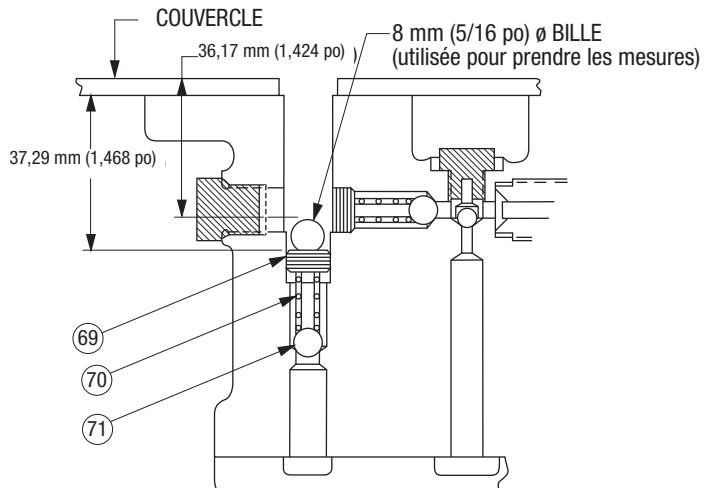

Figure A5 (4)
La soupape de dérivation antiretour à basse pression est mal réglée.	Consulter le Schéma hydraulique (4). Si réglé trop bas : La pompe ne peut pas passer à la phase de pression élevée. Consulter Ajustement de la pression pour la soupape de dérivation antiretour à basse pression, figure A5 dans la section Réparations de ce manuel. Si réglé trop haut : La pompe ne peut pas redémarrer sous pression. Consulter Ajustement de la pression pour la soupape de dérivation antiretour à basse pression, figure A5 dans la section Réparations de ce manuel.
La soupape de dérivation antiretour à faible pression est défectueuse.	Consulter le Schéma hydraulique (4). Si réglé trop bas : La pompe ne peut pas passer à la phase de pression élevée. Consulter Ajustement de la pression pour la soupape de dérivation antiretour à basse pression, figure A5 dans la section Réparations de ce manuel. Si réglé trop haut : La pompe ne peut pas redémarrer sous pression. Consulter Ajustement de la pression pour la soupape de dérivation antiretour à basse pression, figure A5 dans la section Réparations de ce manuel.
Lorsque bien réglé à la dimension affichée dans la figure A5, le fonctionnement à la phase de pression élevée de la pompe sera retardée environ une (1) seconde après le démarrage du moteur. Ce délai est créé par le temps de fermeture de la soupape pilotée.